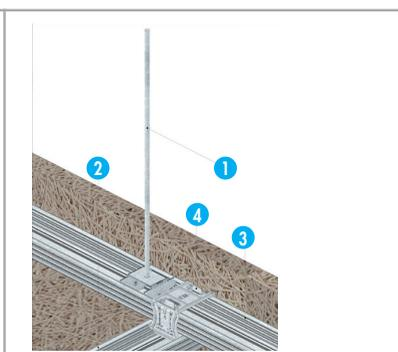

Fig. 3
- Des tiges filetées + des suspentes clip CD60 ou suspente U CD60. (Fig. 3)
#### Nomenclature de la figure 3